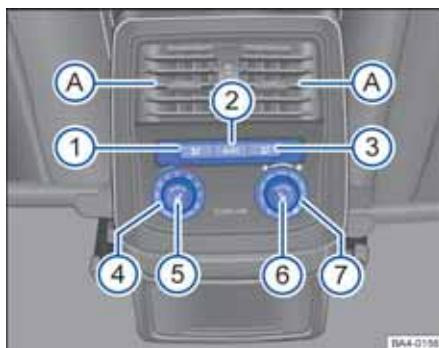

图 192 中央通道后部的出风口
转动调节滚轮可以打开/关闭后部出风口⇒图 192①，并引导气流吹向后排座椅。
- ① 按钮② - 气流吹向上身。
- ② 按钮③(AUTO) - 自动调节气流温度、鼓风机转速和空气流向。
- ③ 按钮④ - 气流吹向脚部空间。
- ④ 温度调节后排旋钮。
- ⑤ 后排左侧座椅加热按钮⑤。
- ⑥ 后排右侧座椅加热按钮⑥。
- ⑦ 鼓风机挡位调节旋钮⑦。